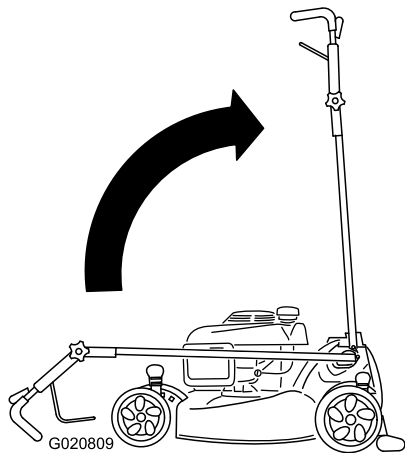

Figura 51
- Mueva el manillar a la posición vertical (Figura 51).